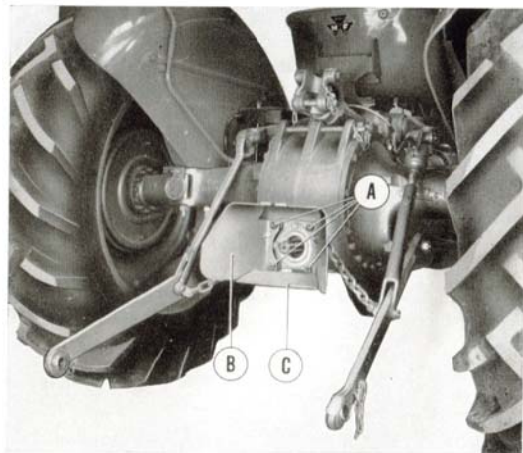

Fig. 1
Enlever les écrous de fixation des pattes d'ancrage (A, fig. 1) puis fixer la partie supérieure (B) du garant sur les goujons par dessus les pattes d'ancrage. Rebloquer les écrous.
Monter ensuite la partie inférieure (C, fig. 1).